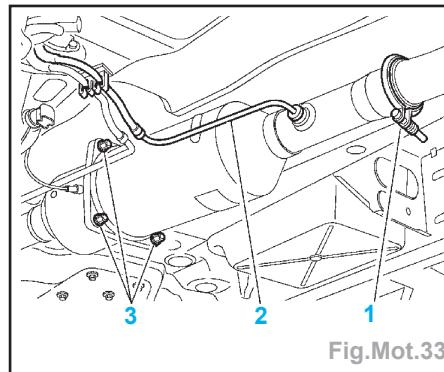
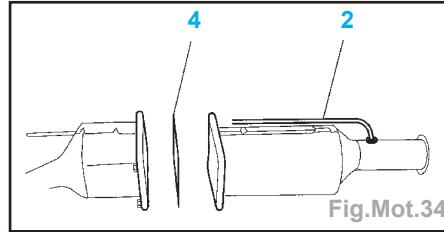

Fig.Mot.33
Fig.Mot.34
- Déposer le collier arrière (1) (Fig. Mot.33).
- Désaccoupler le tuyau (2) de prise de pression arrière au niveau de l'agrafe.
- Déposer les 4 écrous (3).
- Déposer le joint (4) (Fig.Mot.34).
- Récupérer le raccord de prise de pression arrière (2), sur le filtre à particules déposé.
- Accoupler le tuyau de prise de pression arrière (2).
- les vis (3) (dans l'ordre indiqué de 1 à 4) à **$3,3 \pm 0,5$ m.daN**,
- le raccord (2) à l'aide d'une clé à tuyauter à **$1,7 \pm 0,1$ m.daN**,
- le collier (1) à **$2,5 \pm 0,4$ m.daN**.